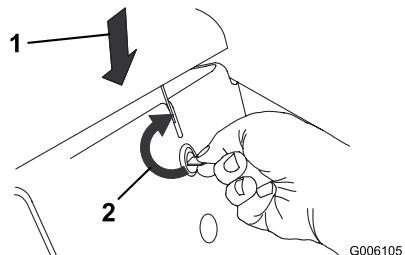

Figure 20
- Appuyez sur le capot tout en tournant le verrou du capot dans le sens horaire à l'aide d'une pièce de monnaie ou d'un tournevis (Figure 20).